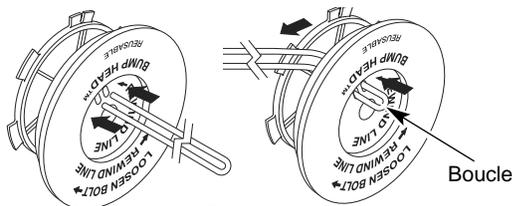

Fig. 35
- Tome aproximadamente 6 m (20 pies) de nueva l'nea de corte, enlācela en dos longitudes iguales. Inserte cada extremo de la l'nea a travēs de uno de los dos orificios del carrete interior (Fig. 35). Pase la l'nea a travēs del carrete interior de modo que el lazo sea lo mās peque—o posible.